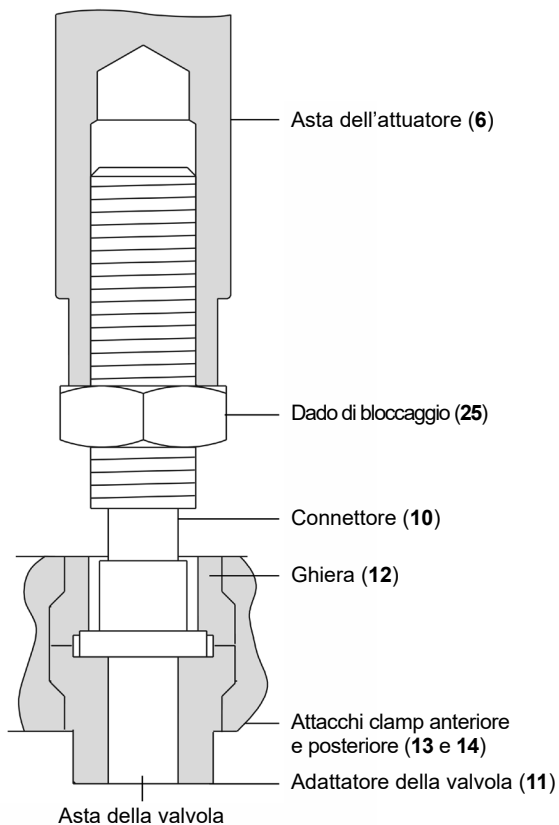

Fig. 7 - Gruppo composto da adattatore dell'attuatore, adattatore della valvola e connettori.
- Allentare e togliere i bulloni e i dadi di fissaggio (**26** e **27**, rif. Fig. 7) e rimuovere l'adattatore (**11**).
- Mentre l'otturatore è nella sua sede, regolare l'adattatore della valvola (**11**) finchè esso preme con forza contro l'adattatore della valvola (**10**). Per la corretta installazione fare riferimento alla Fig. 7.